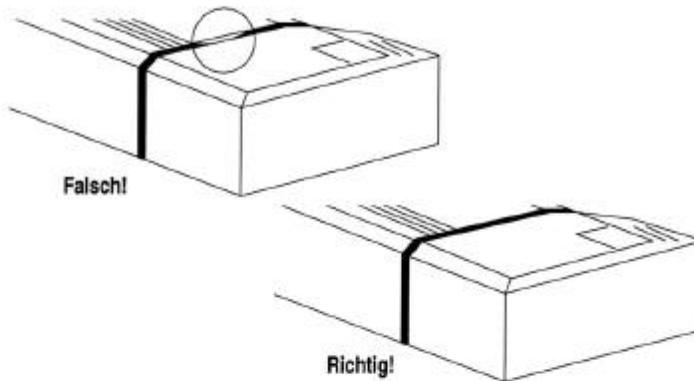

Abbildung 12-5 Beim Anschrauben des Unterteils auf korrekten Sitz der Dichtung achten.
5. Flachbandkabel wieder aufstecken und Unterteil aufsetzen. Dabei ist zu beachten, daß der Stecker des Flachbandkabels nicht versetzt aufgesteckt wird. Die mechanische Verriegelung muß einrasten. Inbusschrauben leicht anziehen. Vor dem Festziehen der Schrauben den Sitz der Gummidichtung kontrollieren. Die Dichtung muß auf allen Seiten bündig mit den Gehäuseflächen abschließen. Sie darf nicht verschoben sein (Abbildung 12-5).